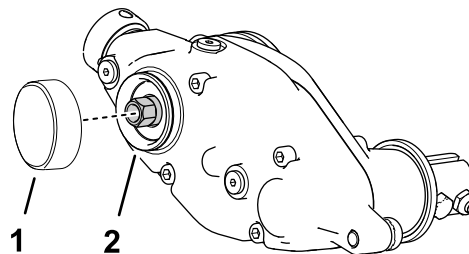

Figura 9
1. Applicate un composto di fissaggio a legame cilindrico di media resistenza (come Green Loctite 609®) attorno alla scanalatura dell'anello a scatto e alla superficie del diametro esterno (Figura 9).
2. Montate il tappo come nella figura Figura 9.